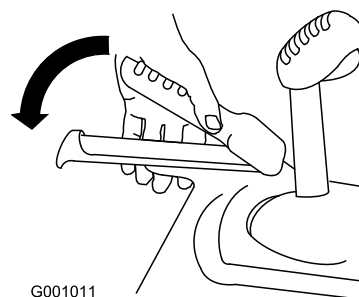

Figura 19
3. Premete la leva sinistra (trazione) contro l'impugnatura (Figura 19).
6. Premete la leva sinistra (trazione) contro l'impugnatura (Figura 19).